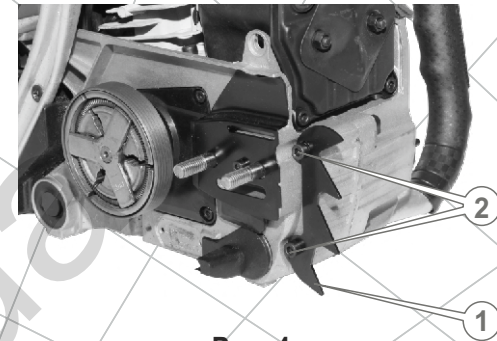

Рис. 4
4. Установите на передней части корпуса зубчатый упор (1) и зафиксируйте его двумя винтами (2), используя шестигранный ключ 4 мм (см. рис. 4).